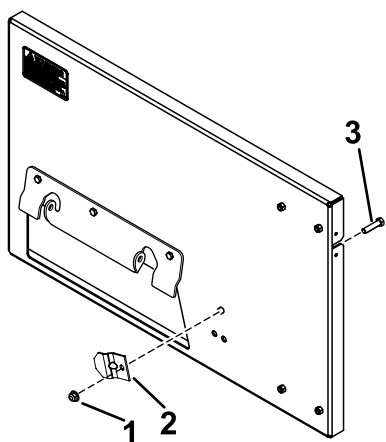

Figura 3
3. Instale o grampo no depósito de recolha e adaptador com um parafuso (3/8 x 3/4 pol.) e porca de bloqueio (3/8 pol.) Figura 3